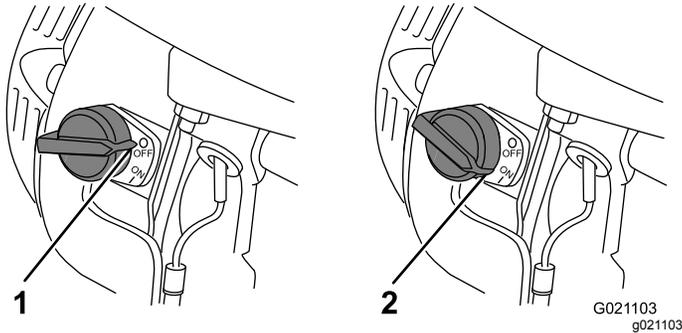

Figura 25
5. Mueva el interruptor del motor a la posición de ENCENDIDO (Figura 25).